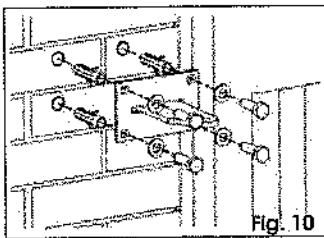

Fig. 10
- ii- Fije todo el grupo al pilar mediante adecuados sistemas de fijación (Fig. 10).